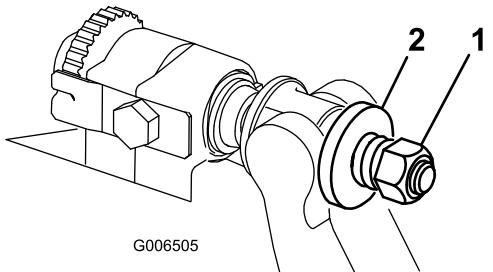

Figura 37
- Apriete la tuerca de tensado del muelle hasta que el muelle esté comprimido del todo, luego aflojela 1/2 vuelta (Figura 37).